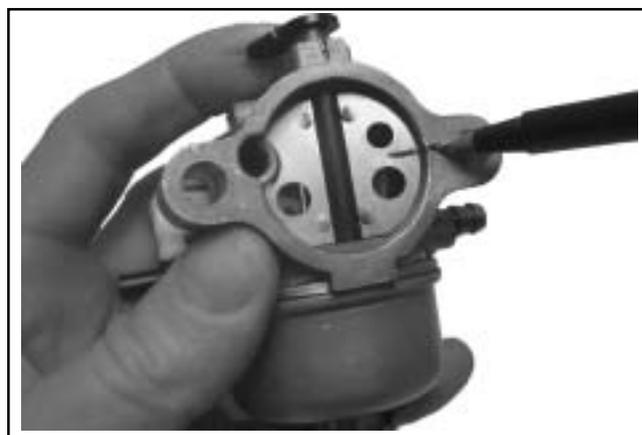

Figura 5-7. Marcatura di piastra dello starter e corpo del carburatore.
1. Poiché i bordi della piastra dello starter sono flangiati, marcare la piastra dello starter ed il corpo del carburatore per il corretto riassetto. Vedere Figura 5-7.